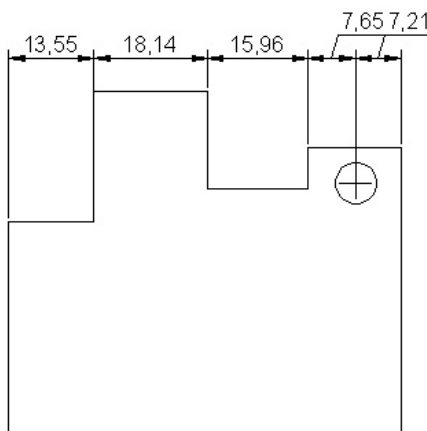

Рис. 5.16. Продленный размер
4. Разместите размеры, как показано на рис. 5.16. Нажмите клавишу **Esc**, чтобы закончить выполнение команды РЗМЦЕПЬ.